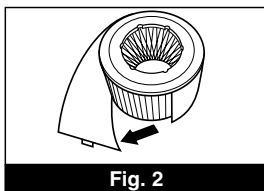

Fig. 2
- Étape 5 :** Repérer le joint du préfiltre et défaire délicatement l'attache pour séparer le préfiltre du filtre HEPA (Fig. 2).